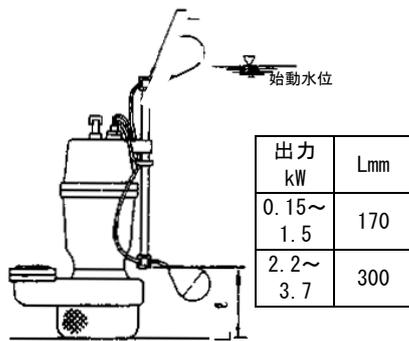

図 4
- 9) 自動形ポンプ (DSA 型) は図4の通りにフロート位置を設定してください。なお、フロートスイッチが水槽の壁面や配管などに接触すると、フロートが動かなくなり、ポンプが始動しない事がありますので障害物から離してください。